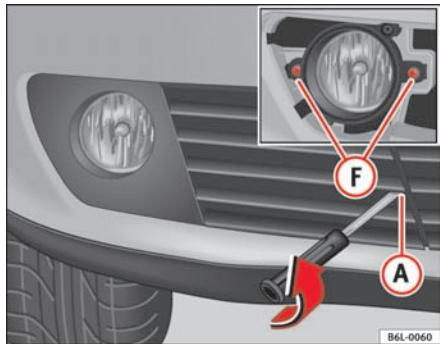

Fig. 150 Faros antiniebla
- Desmonte los dos tornillos de sujeción **F** ⇒ fig. 150 y una vez liberado desenchufe el conector.
- Desmonte la rejilla, extrayendo el tornillo **A** ⇒ fig. 150, tire cuidadosamente de la rejilla por el lado del tornillo y libere la tapa.